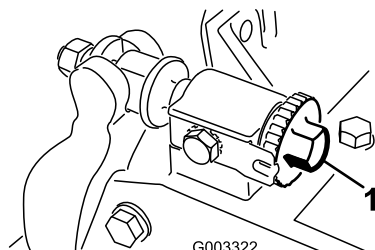
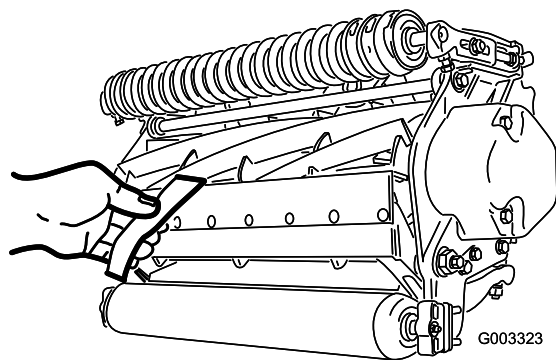

図 16
図 17
1. ユニットの水平で平らな作業台の上に置く。ベッド・バー調整ネジ（図 16）を左に回して、リールと下刃の接触を完全になくす。
重要 ユニット左右についているベッドバー調整ネジのナットが床に当たっていないことを確認する（図 16）。
3. リール前面の左右いずれかの端を選び、リールと下刃の間に新聞紙片を差し入れる（図 17）。リールをゆっくり前回転させながら下刃調整ネジ（図 16）を締め（新聞紙を入れた側の調整ネジを、1 目盛りずつゆっくりと）、新聞紙を前から（ベッドナイフの上面に平行に）入れると軽く挟まれる程度に調整する。新聞紙を引き抜くのに軽い力が必要な程度でよい。
5. 両側の調整ができれば最終確認を行う：紙片をリールの前から差し込んだ時にははさむだけ、下から差し込むと切れるのが正しい調整である（図 17）。リールと下刃のごくわずかの接触で紙が切れなければいけない。接触を強くしないと切れない（リールが新聞紙を強く挟み込まないと切れない）場合には、鋭利な刃先を取り戻して精密なカットができるようにバックラップか研磨を行うことが必要である（Toro リール・モアとロータリー・モアのための研磨マニュアル Form No. 80-300PT を参照）。